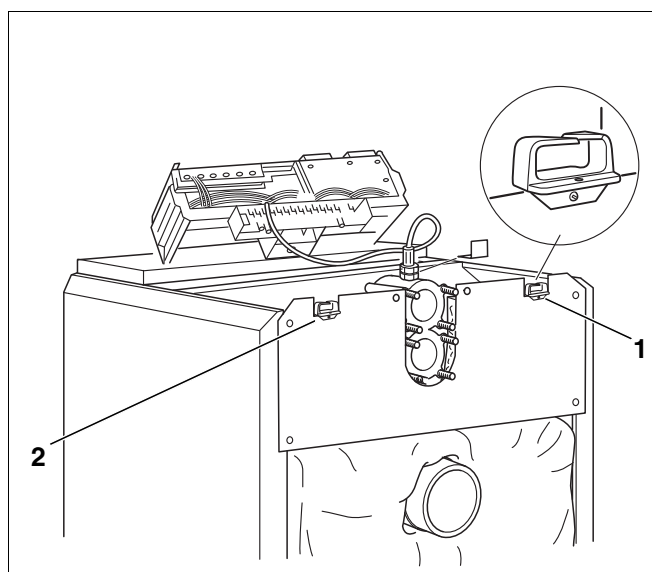

Fig. 46 Collegamenti elettrici
- ▶ Avvitare il passaggio cavi (fig. 46, [1] e [2]) a sinistra oppure a destra del pannello posteriore.